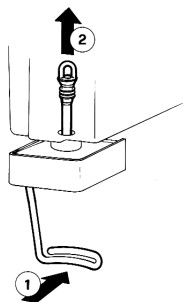

figure 3
- 7 - **Robinet avec tube en caoutchouc:** pousser (1) le levier de débit robinet et défiler (2) le tuyau robinet de son siège sur le fond du réservoir (voir figure 3).